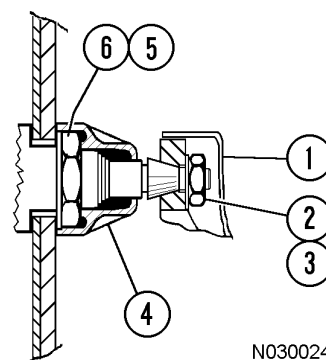

FIGURA 3-2. DETALLE DEL BRAZO DEL LIMPIAPARABRISAS
1. Tenga en consideración la posición de detención del brazo del limpiaparabrisas (1, Figura 3-2).
2. Levante la cubierta del brazo del limpiaparabrisas y saque la tuerca (2) y la arandela (3).
1. Coloque el brazo del limpiaparabrisas (1, Figura 3-2) en la posición que se indica durante el desmontaje. Instale la arandela (3) y la tuerca (2). Apriete la tuerca a **16 - 20 N·m (142 - 177 in lb)**. Cierre la cubierta.
3. Saque la tuerca (6, Figura 3-2) y la arandela (5) de cada eje del limpiaparabrisas.
3. Instale la arandela (5, Figura 3-2) y la tuerca (6) en cada eje del limpiaparabrisas y apriételas con los dedos. Apriete las tuercas a un torque de **18 - 20 N·m (160 - 177 in lb)**. **No apriete demasiado. Cuando los ejes se aprietan de incorrectamente, sus hilos se borran fácilmente.** Instale la tapa (4) sobre la tuerca (6).